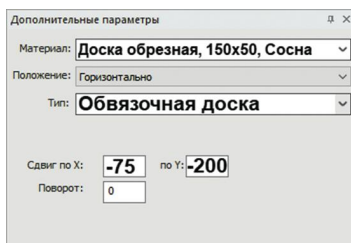

рис. 31
Параметры обвязки задаются на панели **Дополнительные параметры**, в левом нижнем углу программы (рис. 31).
3. На панели **Дополнительные параметры** (см. рис. 31, стр. 20) в поле **Материал** выберите значение **Доска обрезная 150х50. Сосна**, в поле **Тип** — **Обвязочная доска**. Задайте параметры: